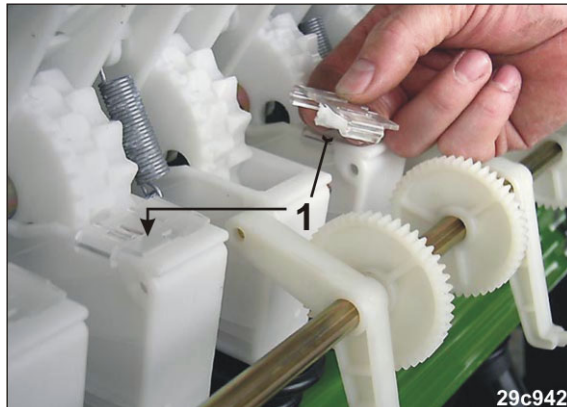

Fig. 246
2. Marker nye kjøresporsåhjul ved å sette børstene på det fine såhjulet (Fig. 246/1) på de nye kjøresporsåkabinettene.